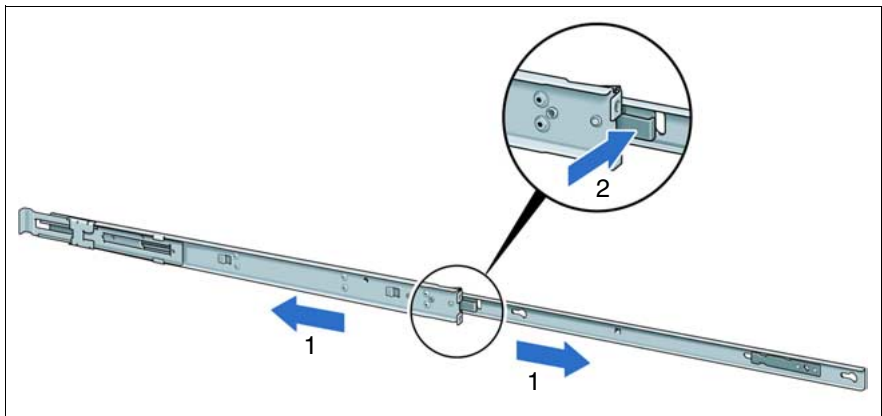

Ilustración 4: Retire el riel telescópico exterior
- Retire el riel telescópico exterior tal y como se describe en la página 39 (ilustración 4).